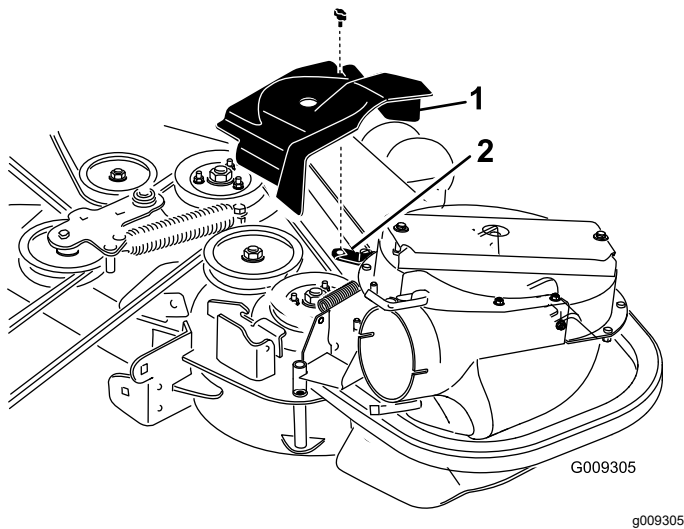
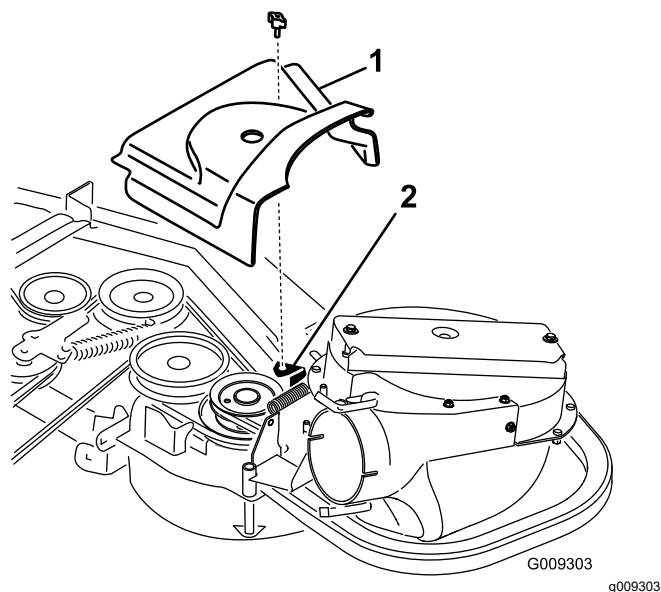

Bild 31
Bild 32
2. Befestigen Sie die neue Riemenabdeckung so, dass die Kerben an beiden Seiten über die Stützen der Riemenabdeckung gehen und verriegeln den Riegel (**Bild 31** oder **Bild 32**).